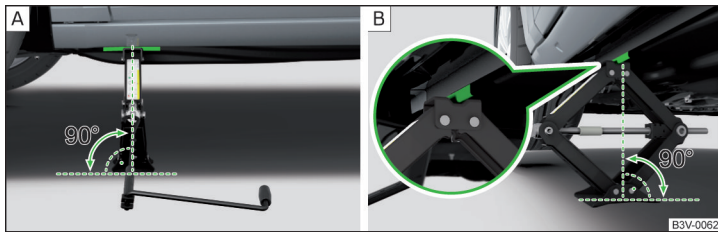

Abb. 337 Wagenheber ansetzen
- ▶ Die Grundplatte des Wagenhebers mit der gesamten Fläche auf einem geraden Untergrund stellen, sodass sich der Heber in senkrechter Position zum Aufnahmesteg befindet » **Abb. 337 - A**.
- ▶ Den Wagenheber mit der Kurbel so weit hoch drehen, bis die Klaue des Hebers den Steg umfasst » **Abb. 337 - B**.